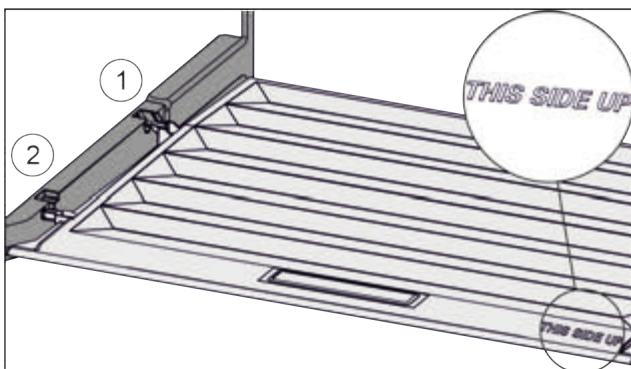

Fig. 86
- ▶ Вставити поперечні ребра через отвір заднього тримача Fig. 86 (1) і зафіксувати спереду у тримачі Fig. 86 (2).